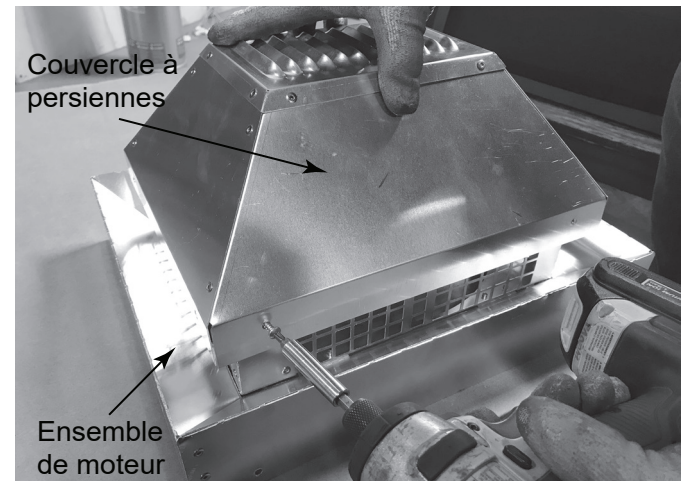

Figure 7.17
- Retirez le couvercle à persiennes de l'ensemble moteur (8 vis). Voir la figure 7.17.